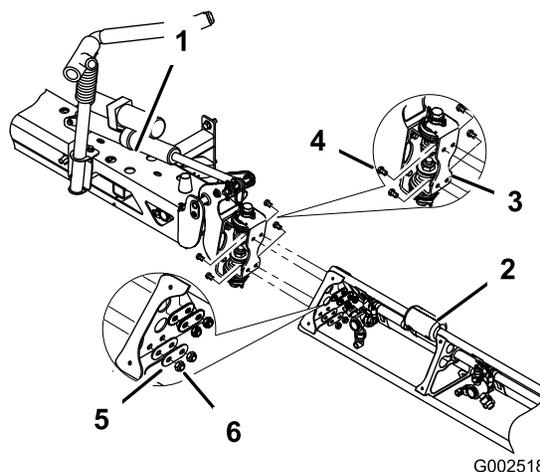

図 27
- ヒンジ・プレートのところで、エクステンション・ブームをセンター・ブームに取り付ける；ステップ6で取り外したボルト4本、ワッシャ4枚、ナット4個を使い、図 27のように取り付ける。